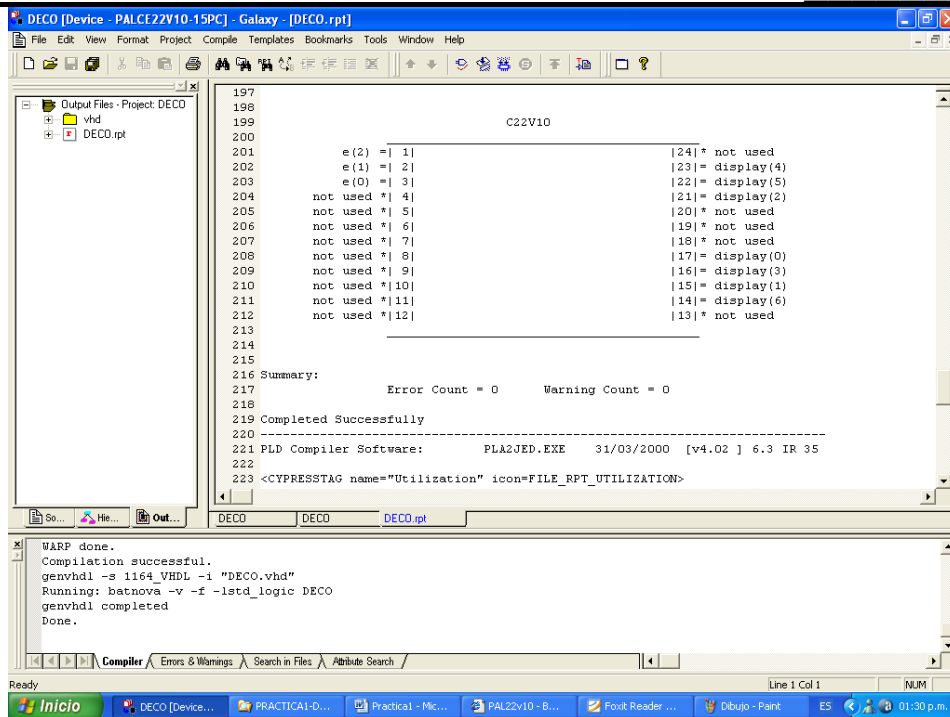

Figura 12. Reporte del diseño.
15. Una vez que se haya revisado el correcto funcionamiento, en simulación, del sistema diseñado es necesario saber en que terminales se encuentra cada señal de entrada/salida. El archivo para su conexión, es el reporte de salida **Output Files**, que se localiza en la ventana izquierda del proyecto, en donde se tiene el archivo **deco.vhd**. Para tener acceso al archivo de reporte se tiene que cambiar de pestaña, localizada en la parte inferior de la misma ventana, como se muestra en la figura 12. Dando doble clic en el archivo **deco.rpt** se puede observar su contenido, el cual indica las terminales asignadas a cada archivo y el uso del dispositivo, como muestra la tabla 2.